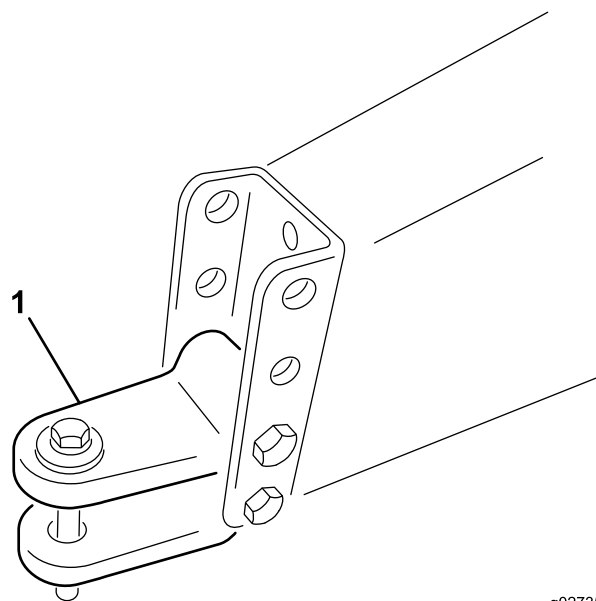

图6
- A. 卸下将挂钩 U 形销图6固定到机器机架上的螺栓和锁紧螺母。